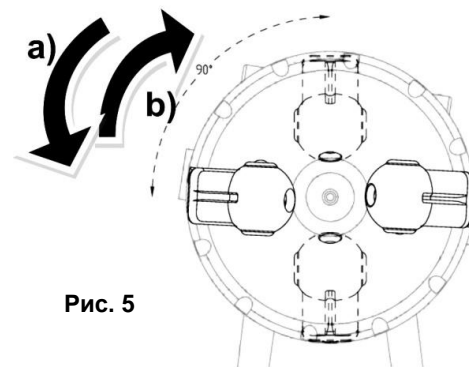

Рис. 5
- Для изменения горизонтальной плоской струи в вертикальную, вращайте фиксатор против часовой стрелки, на угол вращения 90° (Стрелка «а», рисунок 5).
- Для изменения вертикальной плоской струи на горизонтальную, вращайте фиксатор по часовой стрелке, на угол вращения 90° (Стрелка «b», рисунок 5).